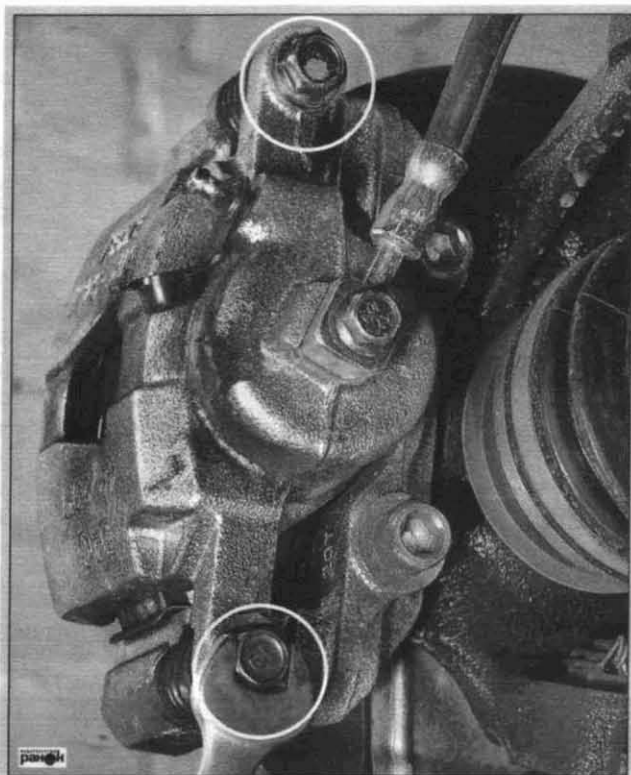

Рис. 1.23. Суппорт тормозного механизма переднего колеса (выделены болты крепления скобы суппорта)
- открутить нижний и верхний болты крепления скобы суппорта (рис. 1.23);